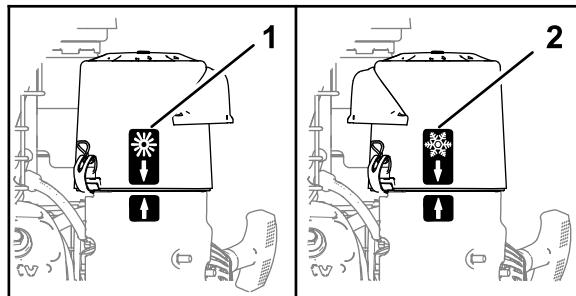

Figura 10
- Para trabajar en **condiciones de aire ambiente frío** (aire frío y humedad), posicione la tapa del limpiador de aire con la pegatina del copo de nieve hacia fuera (Figura 10).
- Para trabajar en **condiciones de aire ambiente normal**, posicione la tapa del limpiador de aire con la pegatina del sol hacia fuera (Figura 10).